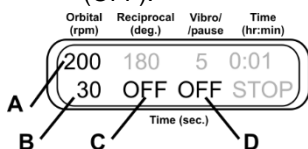

Рисунок 4.
- 6.9.1. **Орбитальное движение.** Установите скорость (рис. 4/A, 20–250 об/мин) и время (рис. 4/B, 1-250 с) орбитального движения. Отключите возвратно-поступательное движение (рис. 4/C), установив время цикла на ноль (OFF). Отключите вибрирующее движение (рис. 4/D), установив время цикла на ноль (OFF).